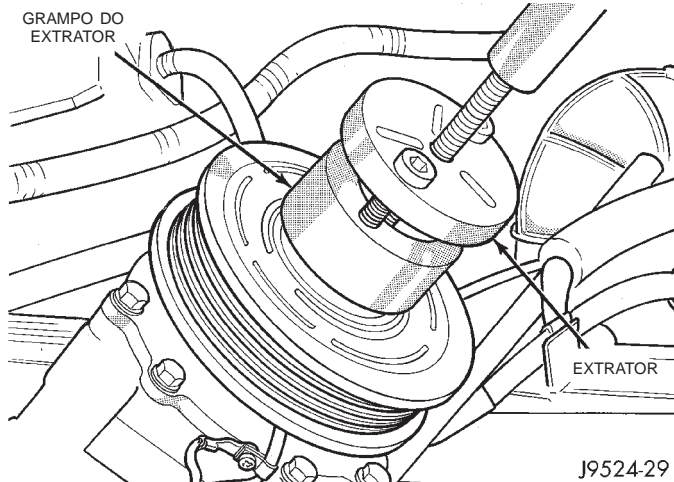

Fig. 25 Instale a Placa do Extrator
(11) Instale os parafusos passadores do extrator (Ferramenta Especial C-6461) através do flange do extrator e dentro dos grampos do extrator do rotor e aperte (Fig. 25). Gire o parafuso central do extrator no sentido horário até que a polia do rotor fique livre.